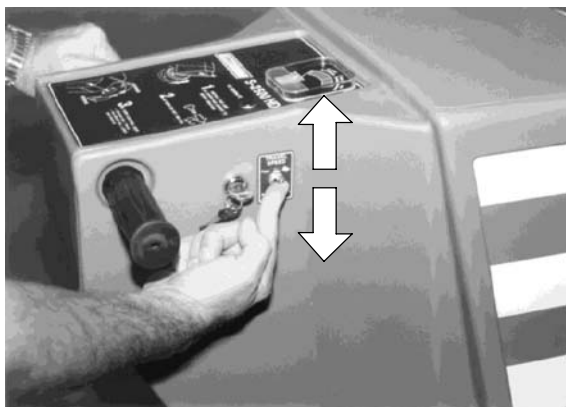

FIG. 7
2. Relâchez les poignées de commande et appuyez avec le pied sur l'arrière de la protection du patin jusqu'à ce que tête se bloque en position abaissée (Figure 7).
4. Choisissez une vitesse avec le bouton basculant de mode vitesse (Figure 7):